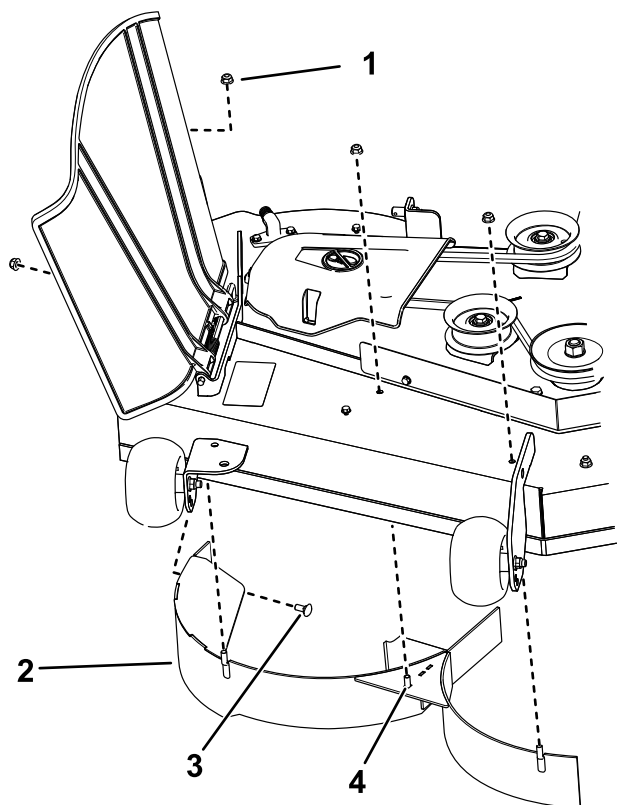

Figure 13
4. Déposez les 3 contre-écrous (5/16") des montants soudés du déflecteur droit (Figure 13).
5. Retirez les 2 boulons de carrosserie et les 2 contre-écrous qui fixent le déflecteur droit au plateau, puis déposez le déflecteur (Figure 13).
6. Localisez les 3 boulons dans les pièces détachées et insérez-les, avec les contre-écrous existants, dans les trous utilisés pour les montants soudés (Figure 13) afin d'éviter la projection de débris.